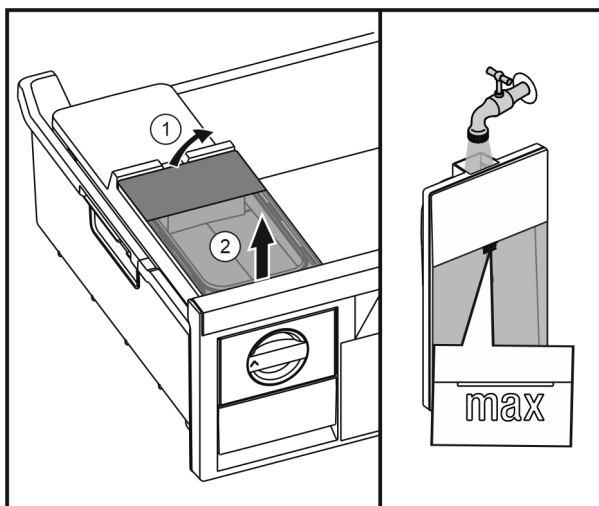

Fig. 37
- ▶ Løft opp vanntanken bak Fig. 37 (1), og ta den ut forover Fig. 37 (2).